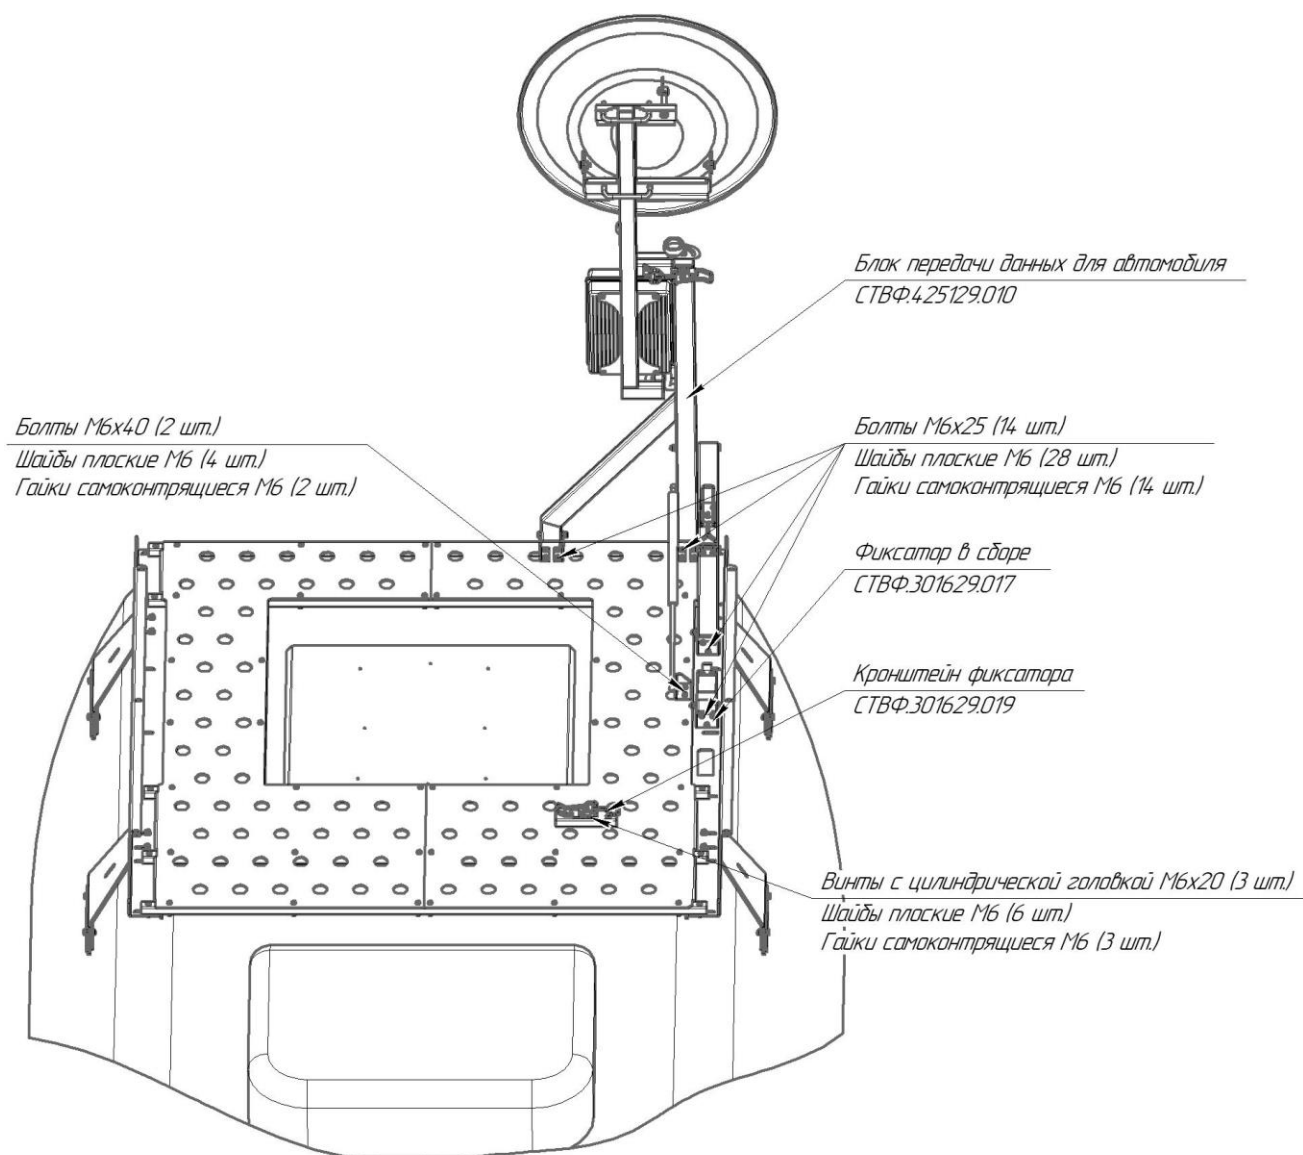

Рисунок 2.19
**Шаг 1. Установить блок передачи данных для автомобиля СТВФ.425129.010, фиксатор в сборе СТВФ.301629.017, кронштейн фиксатора СТВФ.301629.019, рисунок 2.19**